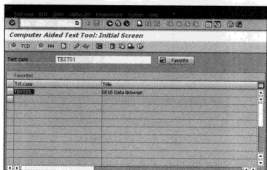

图 4-24 测试事件清单
STEP 6 保存后，单击“”按钮退回测试事件清单界面，CATT 录制完成，如图 4-24 所示。